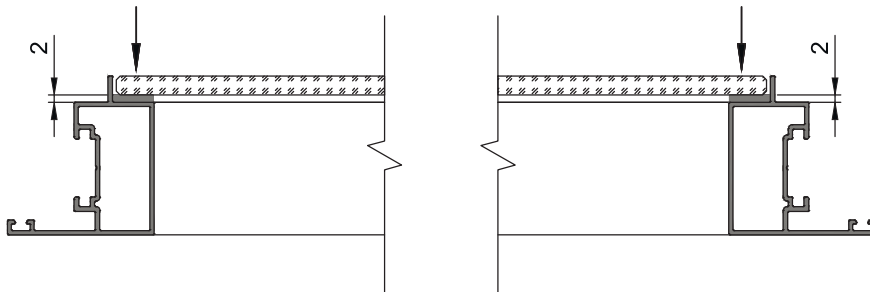

Рис.2
2. Перед установкой стекла края, которые будут контактировать с герметиком, необходимо обезжирить. Стекло вложить в паз створки. Прижимая стекло сверху, расплющить герметик, контролируя процесс на просвет через стекло. (Рис.2).